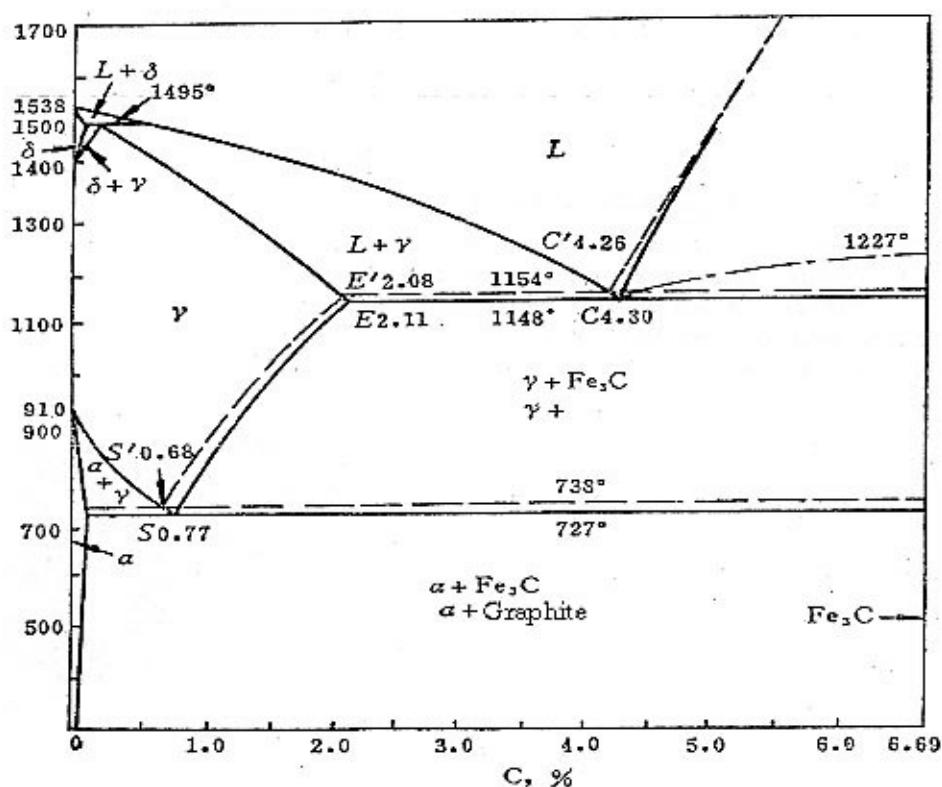

Figure 7. Diagramme Fe-C.
- **Q5. (4 points)** En faisant l'hypothèse dans un premier temps d'un refroidissement lent et en supposant que les éléments d'alliage ne modifient que peu le diagramme Fe-C (**Figure 7**), calculer les fractions de ferrite et de perlite à température ambiante. Calculer de même les fractions de ferrite et de cémentite.